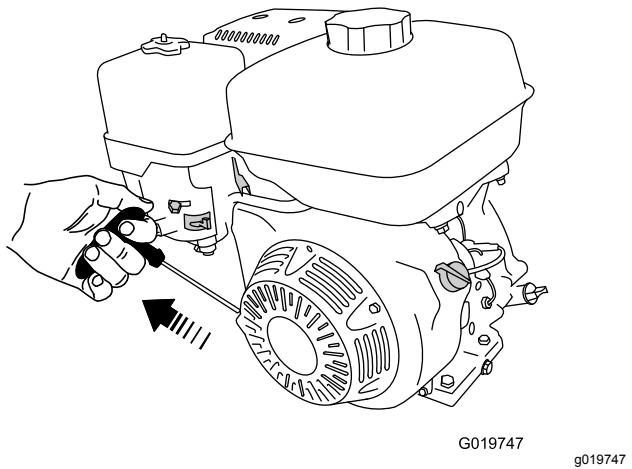

Figure 15
6. Tirez légèrement la poignée du lanceur jusqu'à ce que vous sentiez une résistance, puis tirez vigoureusement (Figure 15). Relâchez lentement la poignée du lanceur.